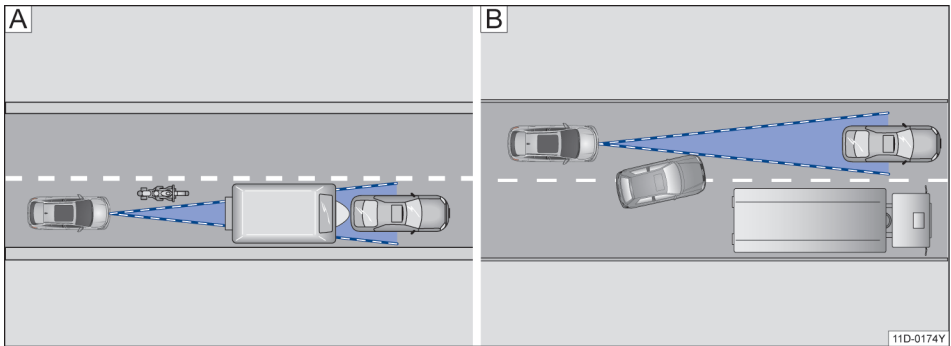

图 100 [A]. 前方行驶的摩托车处在雷达传感器探测范围外 [B]. 变换车道
- 不在传感器作用范围内、与本车辆相距较近行驶的机动车，如摩托车→图 100 [A]。
- 在本车前方近处切换到本车所在车道的车辆→图 100 [B]。